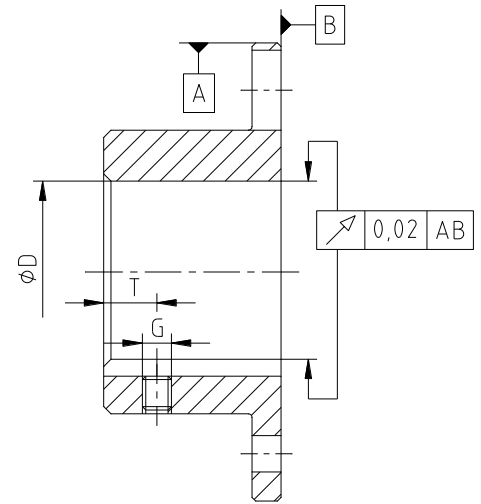

Fig. 16 : Concentricité et perpendicularité
- Si le client se charge de l'alésage du moyeu à flasque, il faut qu'il respecte précisément concentricité et perpendicularité (voir fig. 16).